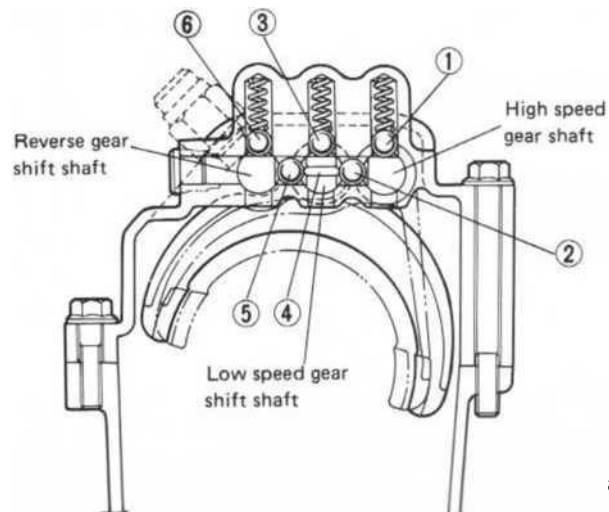

Fig. 13-64
Tenga en cuenta que 3 ejes de desplazamiento tienen individualmente una bola de la localización y la localización de primavera, y que las bolas de enclavamiento 2 y un rodillo de enclavamiento se utilizan entre los ejes, como se muestra en la Fig. 13-64.
1) Instale 3 muelles de posicionamiento en 3 agujeros en mayúsculas. Localización fit ball (© en la Fig. 13-64) en la parte superior de la localización de la primavera en el agujero.